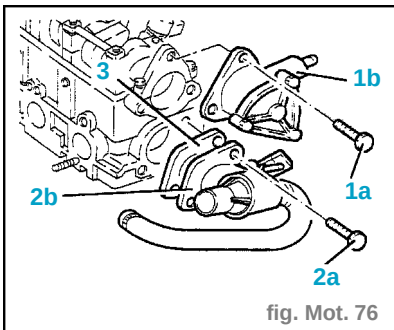

fig. Mot. 76
- Déconnecter du collecteur de récupération du combustible le tuyau (1) de retour du combustible pour la lubrification des électro-injecteurs. Dévisser les écrous et déconnecter la câblage d'alimentation des bougies de préchauffage.
- Dévisser les vis (1a) et déposer la pompe à vide (1b) y compris l'O-Ring. (fig. Mot. 76)